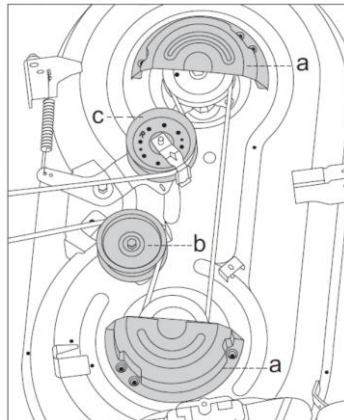

Fig.26B
3. Ta bort de två skyddskåpor för remmen (a, Fig. 26B) genom att lossa de sex skruvarna som fäster dem på klippdäcket.
4. Ta bort den fasta remskivan (b, Fig. 26B) och spännremskivan (c, Fig. 26B).